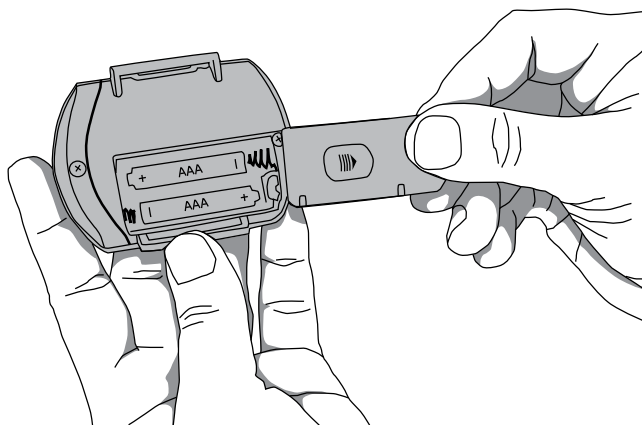

Figura 4: Remoção da Tampa do Compartimento de Pilhas
1. Abra o compartimento de pilhas, deslizando a tampa do compartimento de pilhas na parte de trás do aparelho (figura 4).